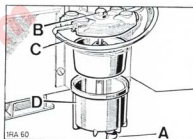

Fig. 80. Recipiente decantador.
- B) Recipiente decantador. Situado debajo del piso de la cabina, en el lado del pasajero, fijado al larguero del bastidor (fig. 80).
El recipiente decantador se desmontará y se limpiará en la forma que a continuación se detalla (fig. 80).